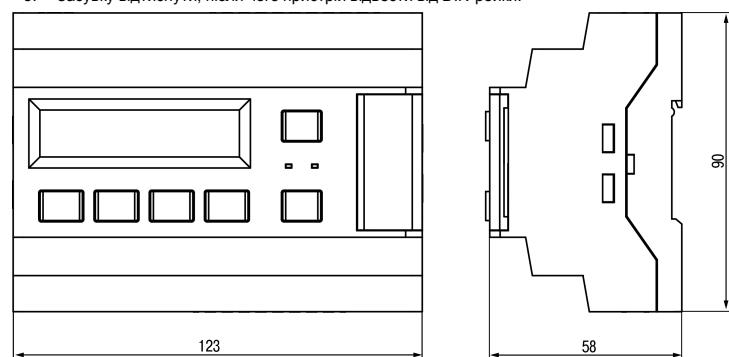

Рисунок 2 – Габаритний кресленик пристрію
- Підготувати на DIN-рейці місце для встановлення пристрію відповідно до розмірів пристрію (див. рисунок 2).